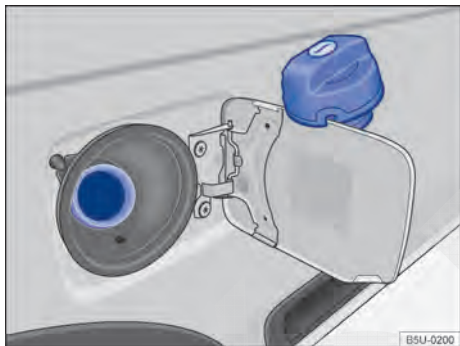

Fig. 155 Portinhola do tanque de combustível aberta com a tampa do tanque de combustível pendurada.
- Girar a tampa do tanque no sentido anti-horário e pendurá-la em cima da portinhola do tanque de combustível → Fig. 155.